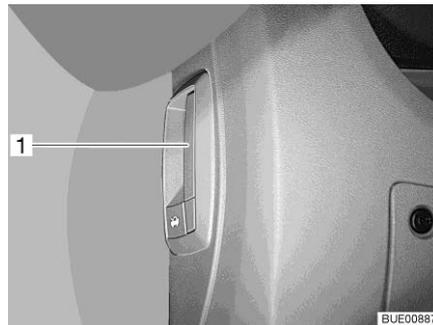

Fig. 48 Palanca de desbloqueo del capó del motor (en el vehículo)
- Tirar de la palanca (Fig. 48,1) a la izquierda o al lado del salpicadero.